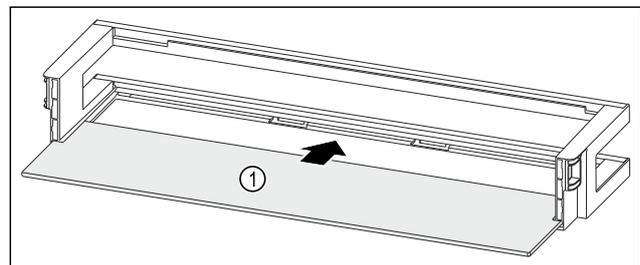

Fig. 125 Türabsteller mit Abstellfläche
- ▶ Abstellfläche Fig. 125 (1) in die seitlichen Einsparungen einschieben.